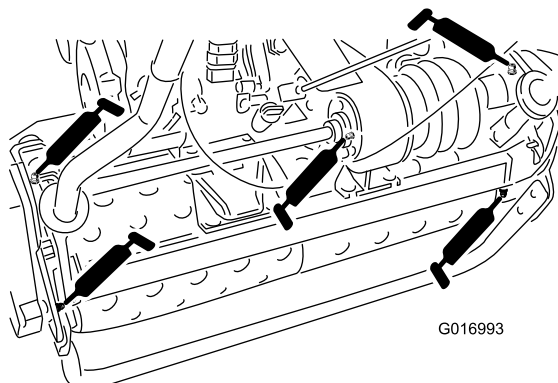

Figura 23
- 2 nos eixos do tambor (Figura 23)
- 3 no diferencial (Figura 23)